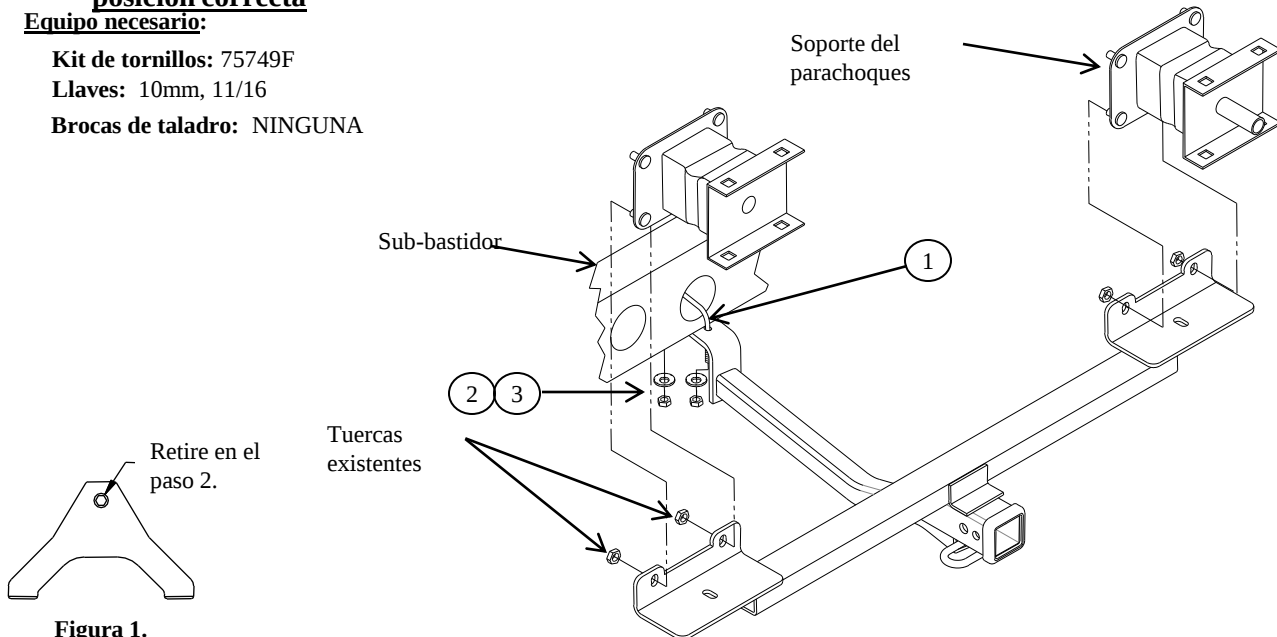

Figura 1.
①	Cant. (1)	Perno en U 3/8-16	④	Cant. (5)	Cables de amarre
②	Cant. (2)	Tuerca hexagonal, 3/8-16
③	Cant. (2)	Arandela cónica, 3/8
2. Retire los soportes de la placa protectora plástica (devuelva al propietario) como se muestra en la Figura 1 y las piezas de la tapa del protector de calor del escape, de manera que el protector se pueda mover libremente por encima del escape.